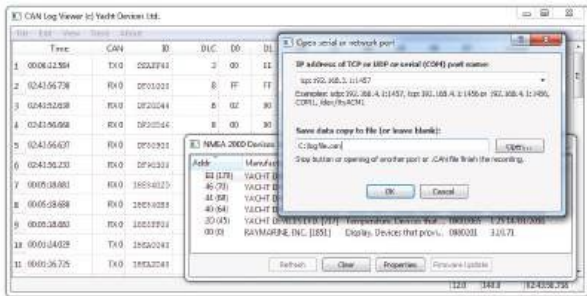

Рисунок 2. Программное обеспечение CAN Log Viewer
- выберите местоположение файла журнала с помощью кнопки «Открыть...» (см. Рисунок 2);